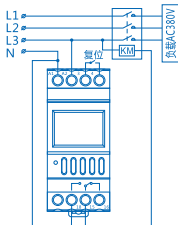

图4 三相控制接线图（接触器线圈AC220V）
a)控制接触器的线圈电压AC220V 50Hz，接线方式如图4所示；